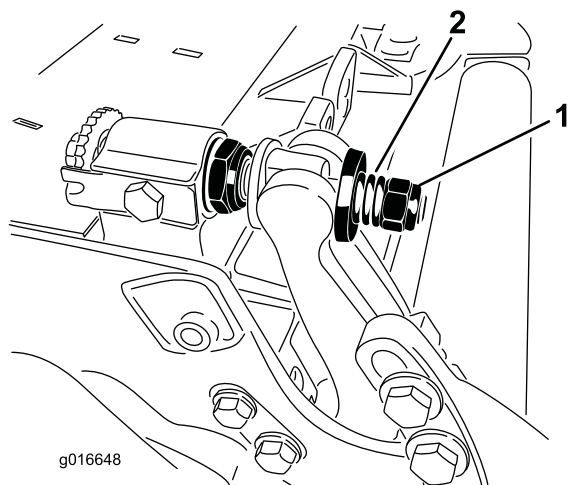

Figure 36
3. Serrez l'écrou de tension du ressort jusqu'à ce que les spires soient jointives, puis desserrez-le de 1/2 tour (Figure 36).
10. Serrez l'écrou sur chaque vis de réglage de la barre d'appui jusqu'à ce que le ressort de compression soit complètement comprimé, puis desserrez l'écrou de 1/2 tour (Figure 36).